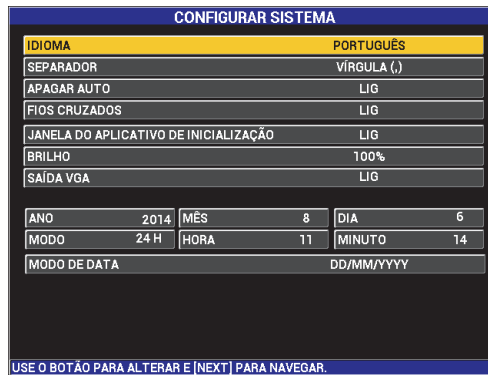

Figura 4-1 Tela CONFIGURAR SISTEMA
1. Pressione a tecla de menu ADV SETUP () duas vezes e então pressione a tecla de função B para acessar a tela **CONFIGURAR SISTEMA** (veja Figura 4-1 na página 72).
3. Na tela **CONFIGURAR SISTEMA** (veja Figura 4-1 na página 72), use a tecla FULL NEXT () para selecionar o parâmetro desejado e, em seguida, use o botão para alterar o valor: